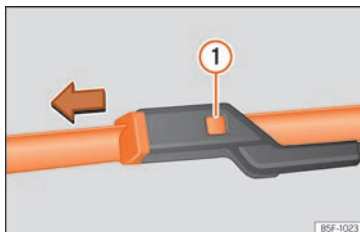

Abb. 41 Scheibenwischerblätter vorne auswechseln.
- Entriegelungstaste »» **Abb. 41** ❶ gedrückt halten und gleichzeitig das Scheibenwischerblatt in Pfeilrichtung abziehen.